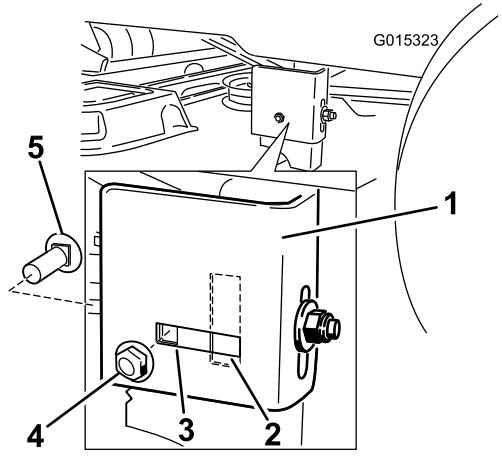

Figure 49
7. Passez au côté gauche de la machine. Vérifiez si le boulon de carrosserie latéral se trouve dans l'emplacement fixe ou allongé (Figure 49).
8. Si le boulon de carrosserie latéral est à la position fixe, retirez-le ainsi que l'écrou de blocage latéral de cette position et placez les dans l'emplacement de réglage allongé (Figure 49).
9. Desserrez l'écrou de blocage arrière sur le support (Figure 49).